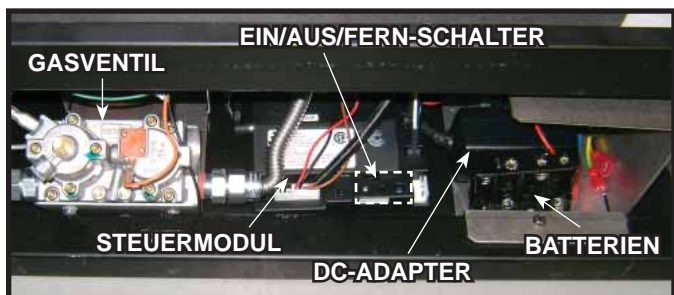

Abbildung 16.2 Ventilbauteile
2. Machen Sie das Steuermodul ausfindig. Siehe Abbildung 16.2.